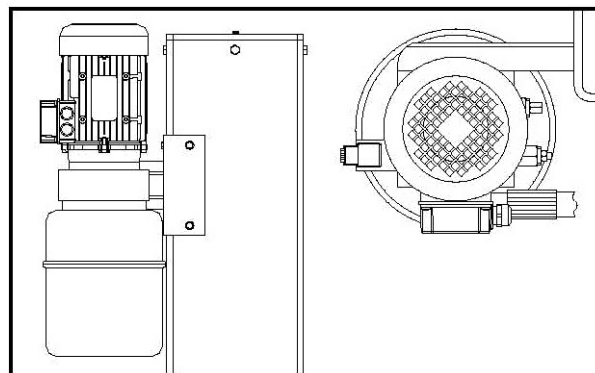

Fig. 33
- ◆ Instalar a bomba na placa do jarrete de acordo com a Fig. 33 e fixá-la na parte inferior da coluna principal.